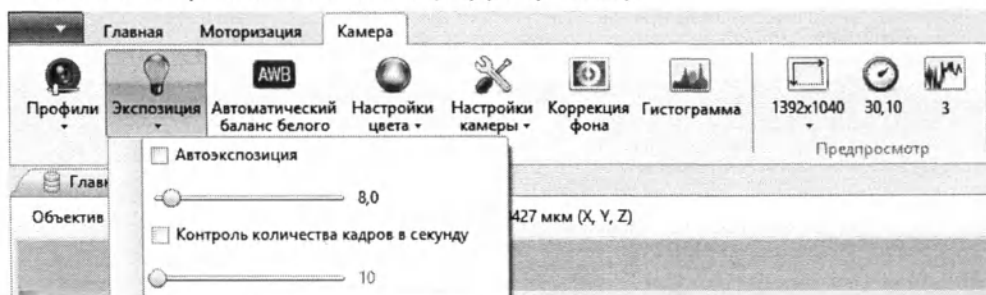

Рисунок 40 - Экспозиция
- «Экспозиция» — ползунок настройки экспозиции/яркости (зависит от того, включен ли режим автоэкспозиции) (Рисунок 40);